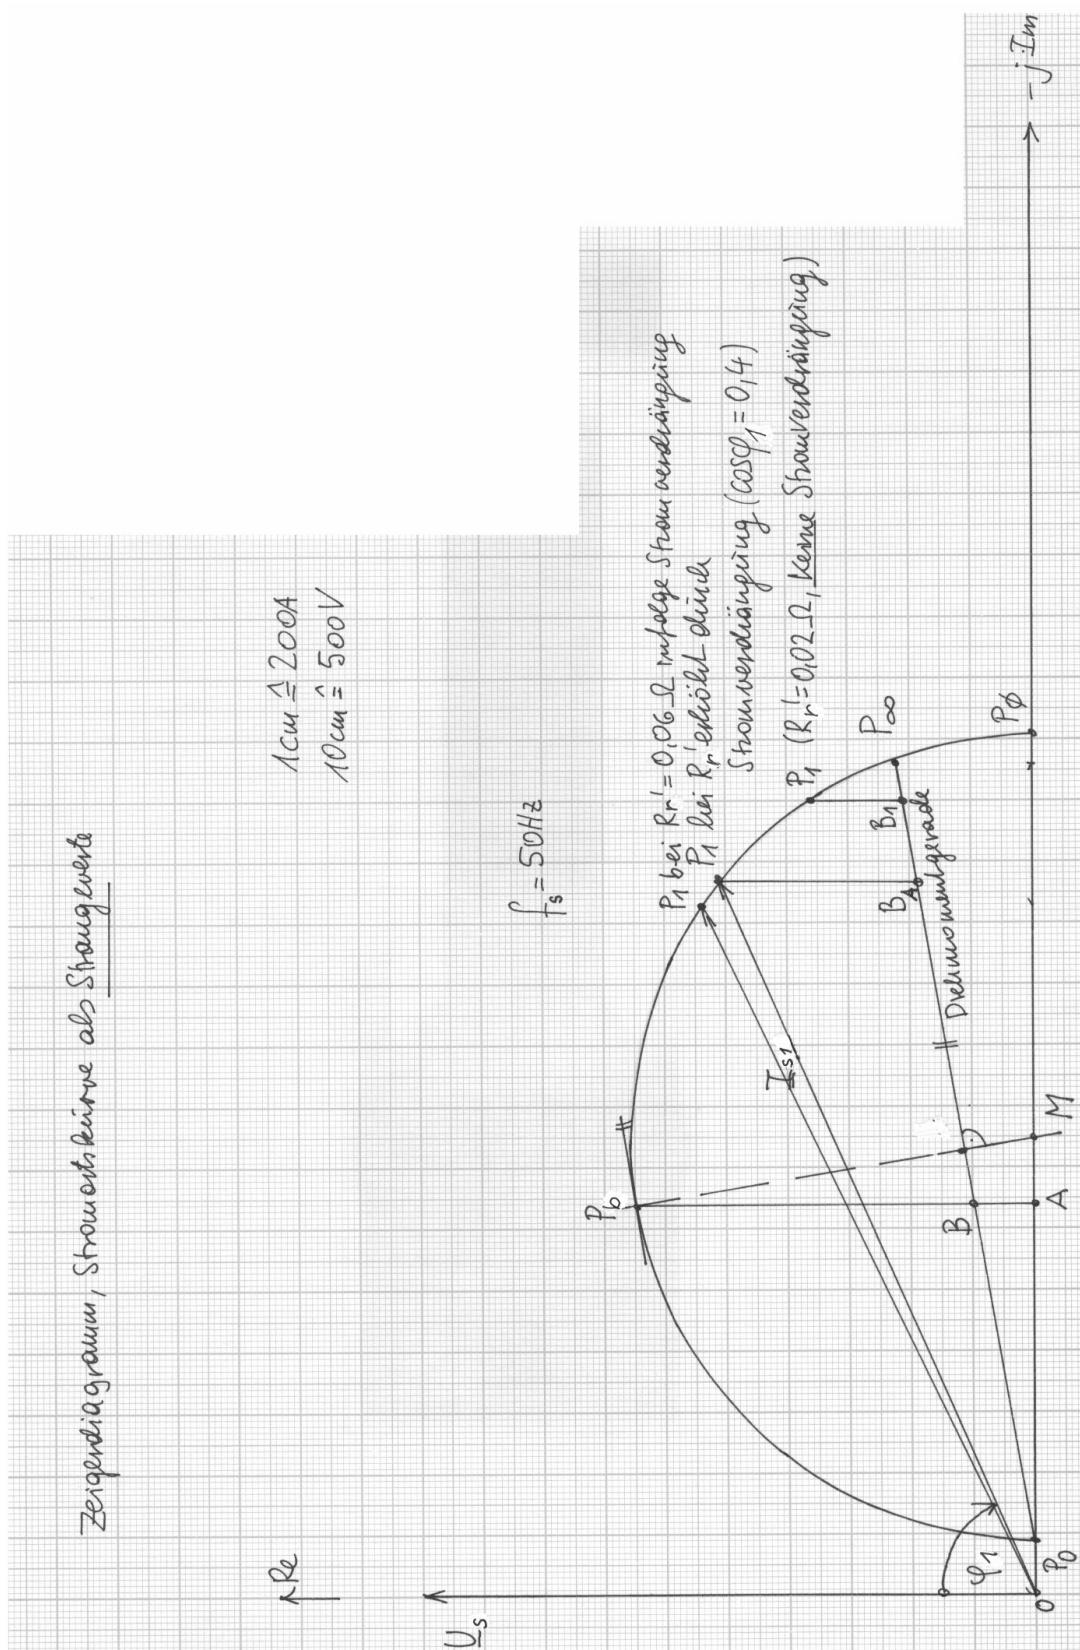

Bild 2.7-3: Vereinfachter OSSANNA-Kreis bei 50 Hz
5) Gemessener Leistungsfaktor bei $s = 1$: 0.4; ergibt Phasenwinkel $\varphi_1 = 66.4^\circ$. Damit erhält man aus dem *OSSANNA*-Kreis Bild 2.7-3 bei 50 Hz einen Anzugsstrom 2520 A. Dieser ist kaum größer als der unter 4) berechnete Wert bei Berücksichtigung der Stromverdrängung, 2513 A. Abweichung: nur 0.3%. Rechnungs- und Messwert sind annähernd gleich groß !